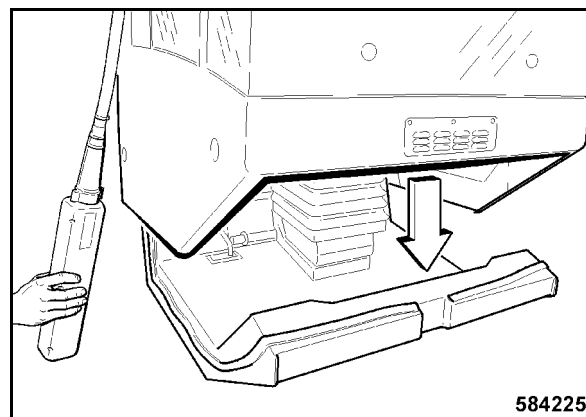

fig. 172
- Poser la cabine verticalement et lentement sur le poste de conduite (fig. 172).